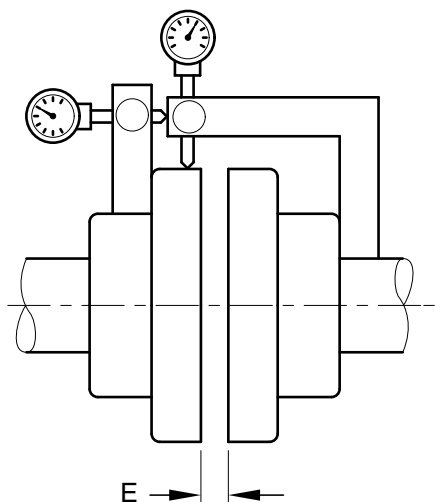

Fig. 9: Misurazione assiale/radiale combinata
4.2.3.3 Misurazione assiale e radiale combinata (fig.9)
La fig. 9 mostra un metodo relativamente semplice da realizzare per combinare entrambe le misurazioni. Si inseriscono i minimetri nei corrispondenti elementi di barra piatta avvitati o serrati e li si fissa per esempio mediante grani di arresto.